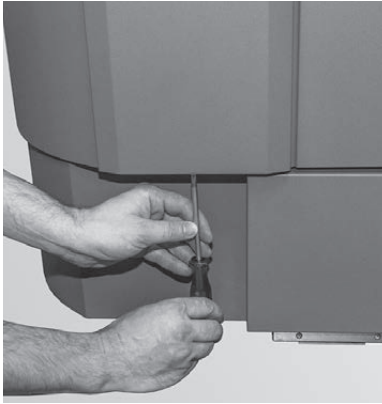

Fig. 93 Schrauben entfernen
- ▶ Schraube unten bei Blende Vorratsbehälter entfernen und Blende nach unten schieben und abnehmen (ist eingehängt mit Bajonettverschluss) – Fig. 93, Fig. 94.